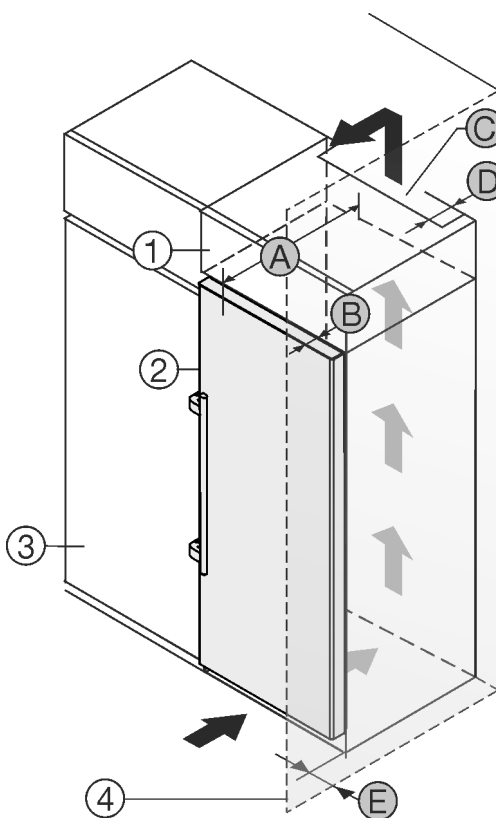

Fig. 1
- (1) Nástavná skříňka
- (2) Příklad přístroje
- (3) Kuchyňská skříň
- (4) Stěna
- (A) Hloubka přístroje
- (B) Hloubka dvířek
- (C) Ventilační průřez
- (D) Vzdálenost zadní strany přístroje
- (E) Vzdálenost k zadní straně přístroje
Můžete přístroj nainstalovat přímo vedle kuchyňské skříňky Fig. 1 (3).
Na zadní straně nastavné skříňky musí být větrací šachta hluboká Fig. 1 (D) přes celou šířku nastavné skříňky.
Pod stropem místnosti musí být dodržen ventilační průřez Fig. 1 (C).
Když přístroj instalujete závěsy vedle stěny Fig. 1 (4), musí být vzdálenost mezi přístrojem a stěnou minimálně 57 mm. To odpovídá přesahu madla při otevřených dveřích.
Aby bylo možné dvířka plně otevřít, musí přístroj přesahovat o hloubku dvířek Fig. 1 (B) vůči přední linii kuchyňské skříňky. V závislosti na hloubce kuchyňských skříněk Fig. 1 (3) a použití vymezovačů odstupu od stěny může přístroj vyčnívat dále.